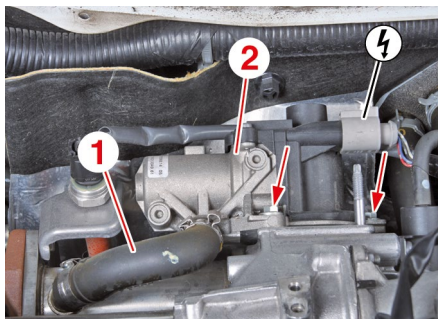

Fig. 18
- il manicotto (1) (Fig. 18),
- la valvola EGR (2) (Fig. 18).